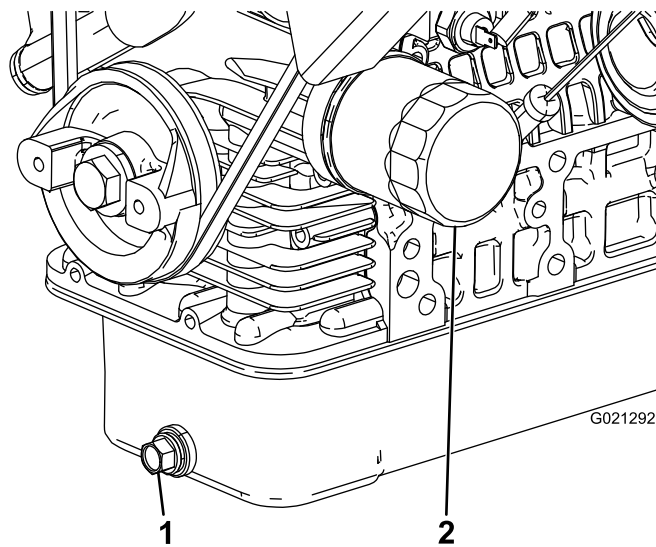

Bild 42
2. Entfernen Sie die Ablassschraube und lassen das Öl in ein Auffanggefäß ab (Bild 42). Schrauben Sie die Ablassschraube wieder ein, nachdem das Öl abgelaufen ist.
3. Entfernen Sie den Ölfilter (Bild 42).